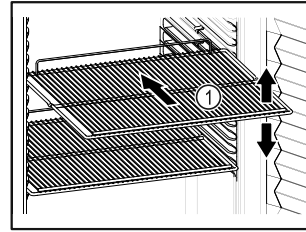

Fig. 60
- ❑ Якщо решітки для зберігання Fig. 60 (1) знімні, відрегулювати по висоті.